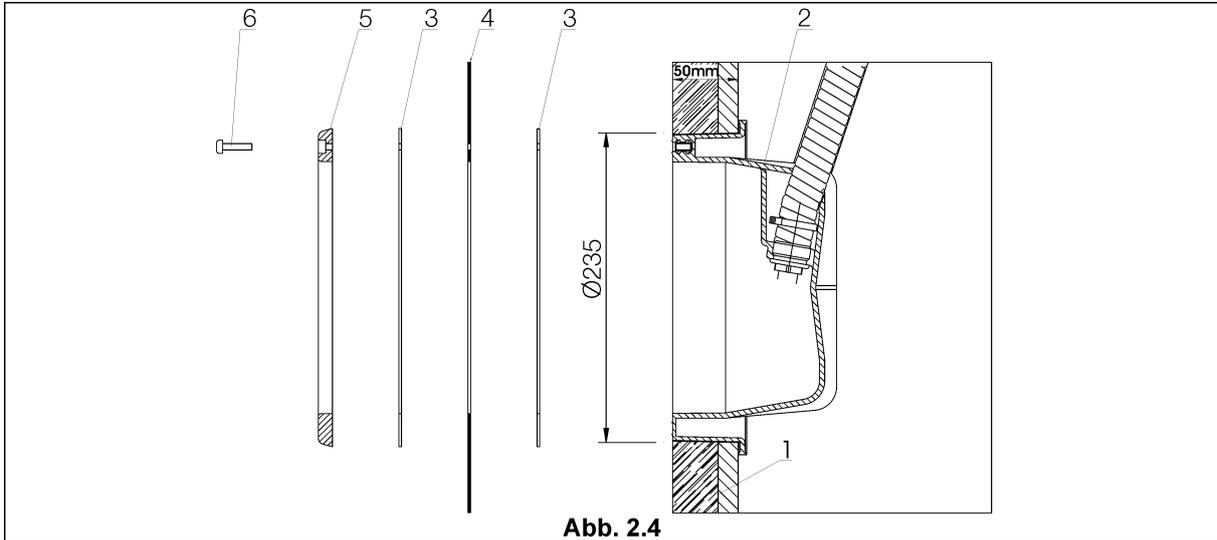
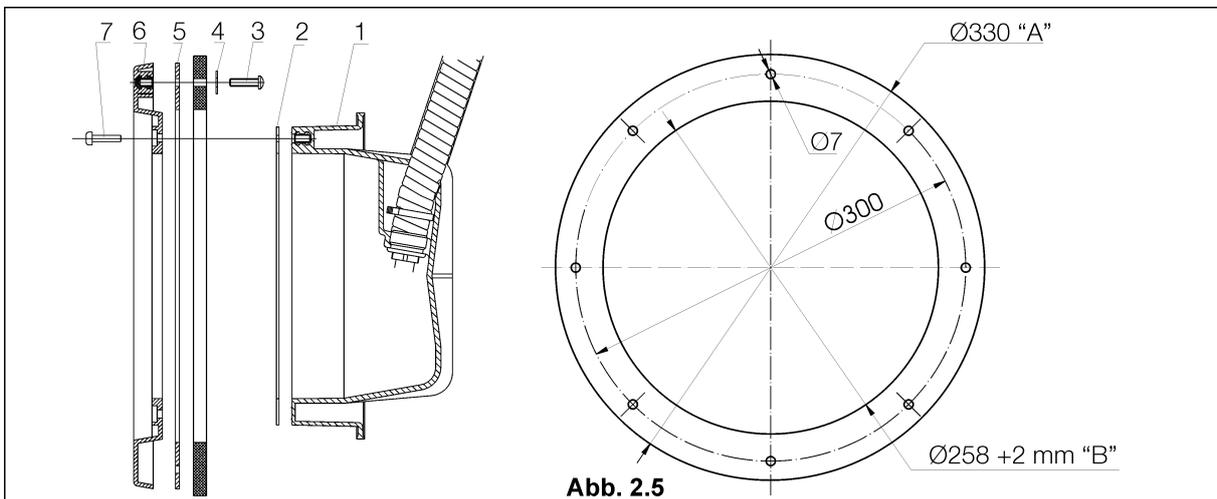

Abb. 2.4
Abb. 2.5
Soll der Unterwasserlautsprecher in **Aufstellbecken (Abb. 2.3)**, vorgefertigte Polyester- oder Holzbecken mit **Folienauskleidung** eingebaut werden, wird die Größe des Einbautopfes entsprechender Ausschnitt in der Holz- (Abb. 2.4) oder Polyesterschale (Abb. 2.5) ausgeschnitten.
gelegt. Anschließend legen Sie den Einbautopf von der Außenseite gegen das Becken und verschrauben alle vier Teile miteinander. (Abb. 2.4)
- ✓ **Achtung!** Bei Holzbecken mit Folienauskleidung und einer Beckenwandstärke unter 50 mm muss eine entsprechende Unterlage an der Außenseite des Beckens angebracht werden, damit später der Einbautopf bündig mit der Innenseite des Beckens abschließt. (Abb. 2.5)